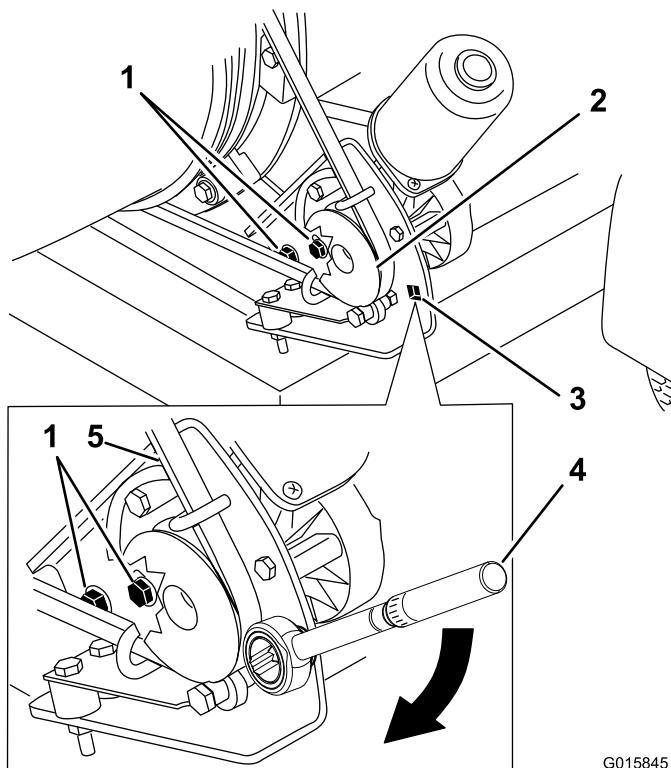

Figura 25
1. Allentate i bulloni che fissano la staffa di supporto della puleggia al telaio del soffiatore (Figura 25).
2. Posizionate una chiave torsiometrica nella staffa di supporto della puleggia (Figura 25).
3. Girate la staffa di supporto della puleggia allontanandola dall'ugello finché la chiave torsiometrica non registra un valore tra 22,6 e 26,0 N·m (Figura 25).